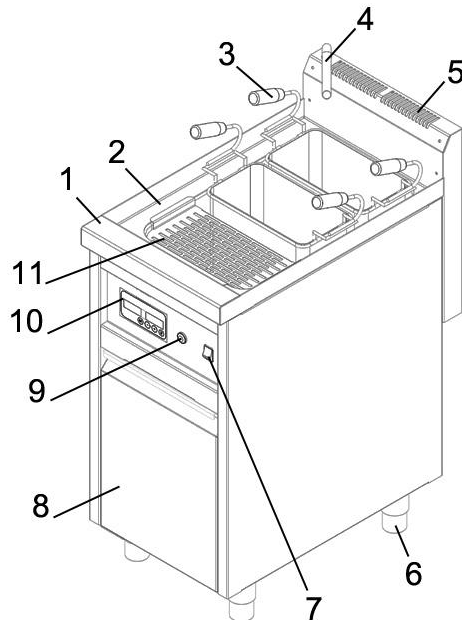
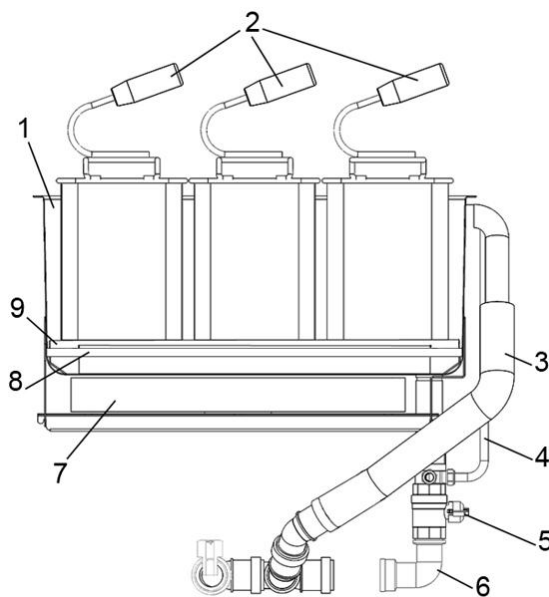

Рис.1. Общее устройство аппарата
Рис.2. Общее устройство аппарата
На рис.1 приведено общее устройство электрической макаронварки.
Макаронварка имеет варочную ванну 2 (рис.1) в которой размещаются три или шесть корзин 3 (рис.1) из нержавеющей стали (не идут в комплекте поставки), съемная решетка для фиксации корзин 9 (рис.2) и термостат 8 (рис.2). Также на задней стенке ванны располагается перелив 3 (рис.2) в который поступает лишняя вода, при превышении максимального уровня. Вода из перелива поступает в канализацию. На ванне располагается съемная решетка 11 (рис.1) для слива лишней жидкости из корзин с продуктом.
Вода в ванну поступает из излива 4 (рис.1) с помощью кнопки подачи воды 9 (рис.1). В некоторых моделях излив представлен форсункой, расположенной на задней стенке ванны.
Коллектор 5 (рис.1) имеет вентиляционные отверстия, через которые удаляется теплый воздух из внутреннего пространства устройства.
- Нагревательный элемент (ТЭН) 7 (рис.2).
- Слив 6 (рис.2) с вентилем 5 (рис.2), предназначенный для слива жидкости из ванны. При открытом вентиле вода сливается в канализацию. Открывание вентиля – против часовой стрелки, закрывание – по часовой стрелке.
- Сливная труба перелива 3 (рис.2), предназначенная для слива лишней жидкости из ванны в процессе варки.
Все коммуникации размещаются в закрытом кабинете с распашной дверью 8 (рис.1). Высота устройства регулируется ножками 6 (рис.1).
- Кнопка включения/выключения устройства 7 (рис.1) с положениями ВКЛ. – «I» и ВЫКЛ. – «O».
- Электронная панель управления 10 (рис.1);
- Кнопка подачи воды 9 (рис.1).
Все водные коммуникации расположены в кабинете устройства 8 (рис.1).
- Убедитесь, что сливной вентиль 5 (рис.2) закрыт. В закрытом состоянии ручка вентиля находится в горизонтальном положении.